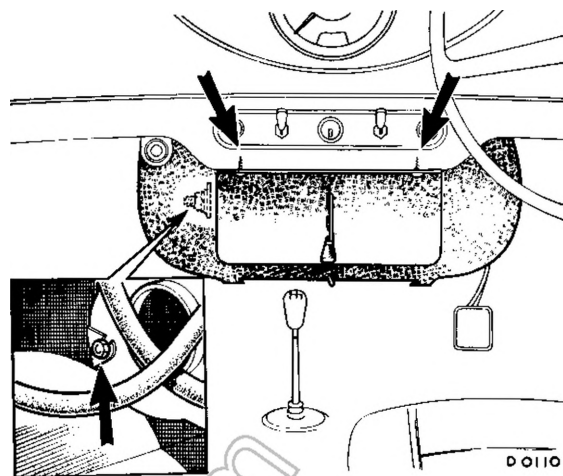

Fig. R.7
- (1) Isolare la batteria e svuotare il sistema di raffreddamento.
- (2) Rimuovere il tappetino della pedana anteriore onde non macchiarlo.
- (3) Scollegare i due connettori a spinta situati sotto il ripiano portaoggetti ed i fili elettrici dell'interruttore di comando dell'elettroventilatore dal commutatore d'accensione.
- (4) Staccare i rivestimenti di copertura dei condotti dell'aria al parabrezza; rimuovere i condotti e scollegare il tubo flessibile della presa d'aria fresca.
- (5) Scollegare i tubi dell'acqua calda dal riscaldatore, dopo aver allentato le fascette stringitubo.
- (6) Allentare il dado che fissa il lato posteriore del riscaldatore alla staffa di supporto e svitare da sotto il ripiano portaoggetti le due viti che fissano il lato anteriore (Fig. R.7). Staccare il riscaldatore dalle staffe posteriori, rimuoverlo dalla vettura